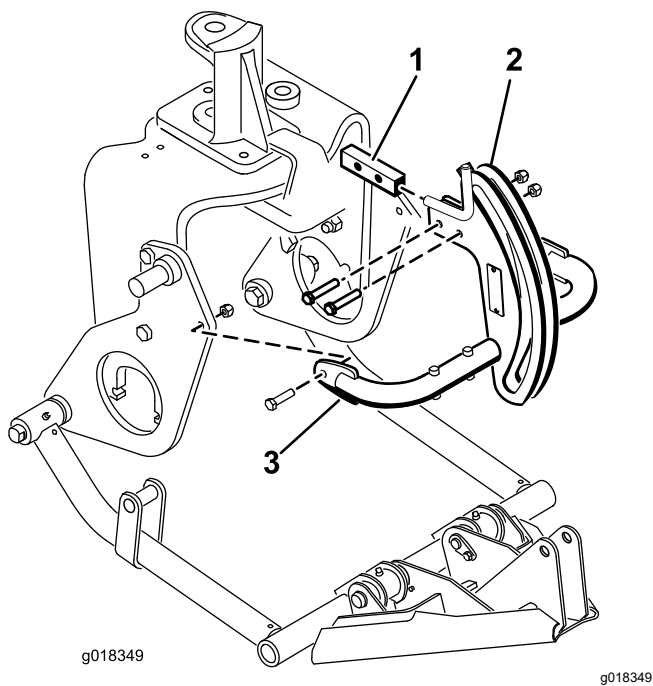

图 14
- 使用 2 个螺栓 3/8 x 2 英寸和螺母将挂钩架顶部安装至挂钩架支架图 14。
- 用螺栓 3/8 x 1-1/2 英寸和螺母图 14 将挂钩架管安装到犁板上并拧紧紧固件。